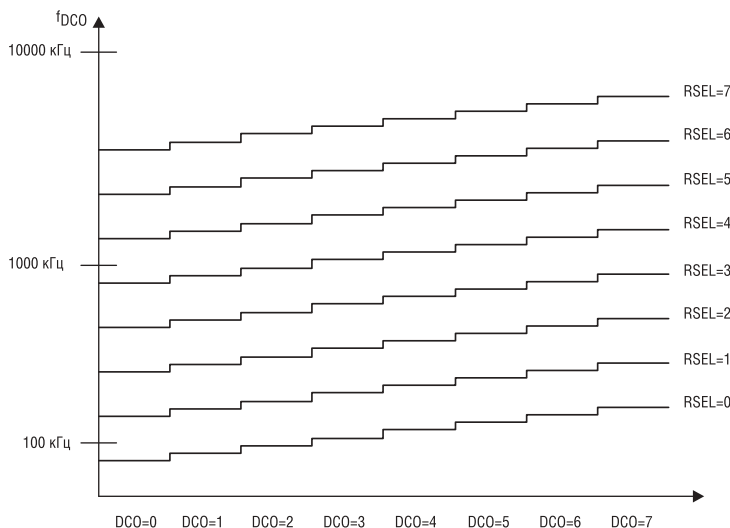

Рис. 4-5. Диапазон DCOx и шаги RSELx
- Пять битов MODx выполняют переключение между частотой, устанавливаемой битами DCOx и следующей более высокой частотой, устанавливаемой DCOx+1. В случае установки DCOx = 07h значение MODx не будет влиять на частоту DCO, так как для DCOx уже установлено максимальное значение. Диапазоны DCOx и RSELx, а также возможные шаги изменения частоты показаны на рис. 4.5.